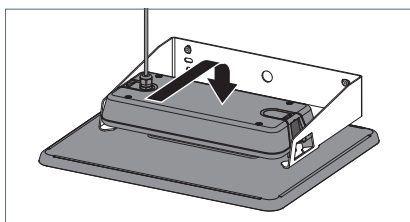

Fig. 5: Leuchte in Wandhalterung einhängen.
- ▶ Hängen Sie die Leuchte in die Wandhalterung ein, siehe Fig. 5.